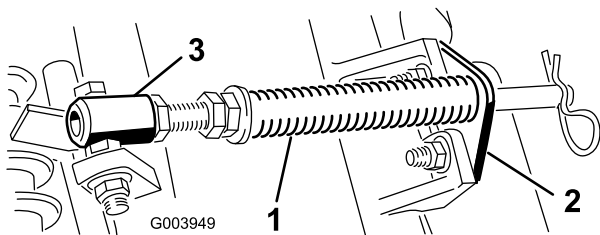

図 5
A. カッティングユニットのタブにロッド・ブラケットを固定しているキャリッジ・ボルト2本を外す (図 5)。
B. スプリング・チューブのキャップスクリュをキャリア・フレームのタブに固定しているフランジ・ナットを外す (図 5)。